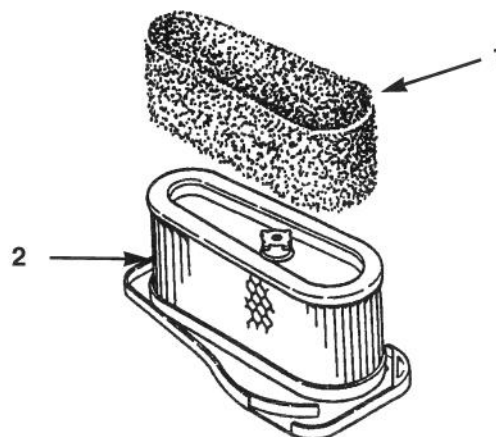

Figure 29
4. Retirer l'élément en mousse de l'élément en papier avec précaution (Fig. 29).
1. Glisser avec précaution l'élément en mousse sur l'élément en papier du filtre à air (Fig. 29).